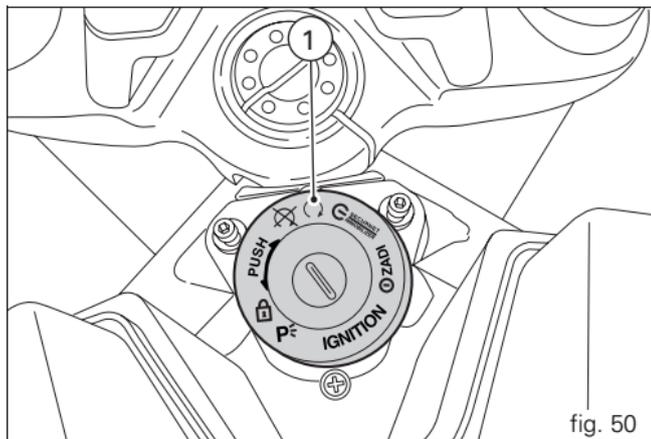

fig. 50
- 1) Mettre le contact (position 1, fig. 50). Vérifier que le témoin vert **N** et le témoin rouge **O** sur le tableau de bord sont allumés.